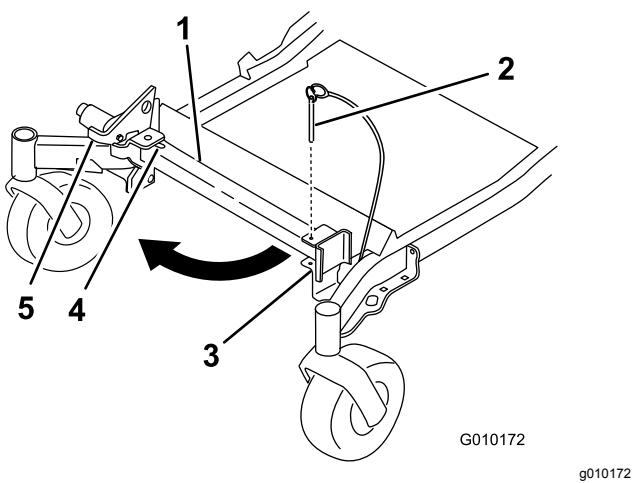
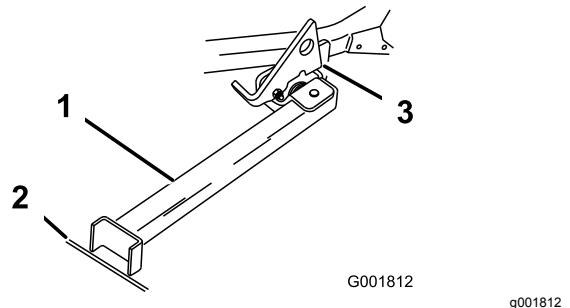

Bild 42
Bild 43
2. Nehmen Sie den Halterungsstift ab (Bild 42).
4. Drehen Sie den Ständerfuß nach vorne heraus und schieben ihn zur Maschine hin in den unteren Schlitz (Bild 42 und Bild 43).
5. Stellen Sie den Fuß auf den Boden und lassen Sie den Riegel auf der Drehzapfennase aufliegen (Bild 43).
- Hinweis:** Stellen Sie den Ständerfuß am besten in Risse auf Gehwegen oder in der Grünfläche (Bild 43).
7. Fahren Sie die Maschine auf den Ständer. Halten Sie an, wenn der Riegel über der Nase in die arrierte Stellung einrastet (Bild 43).
5. Stellen Sie den Ständer wieder in die Ruhestellung (Bild 42).